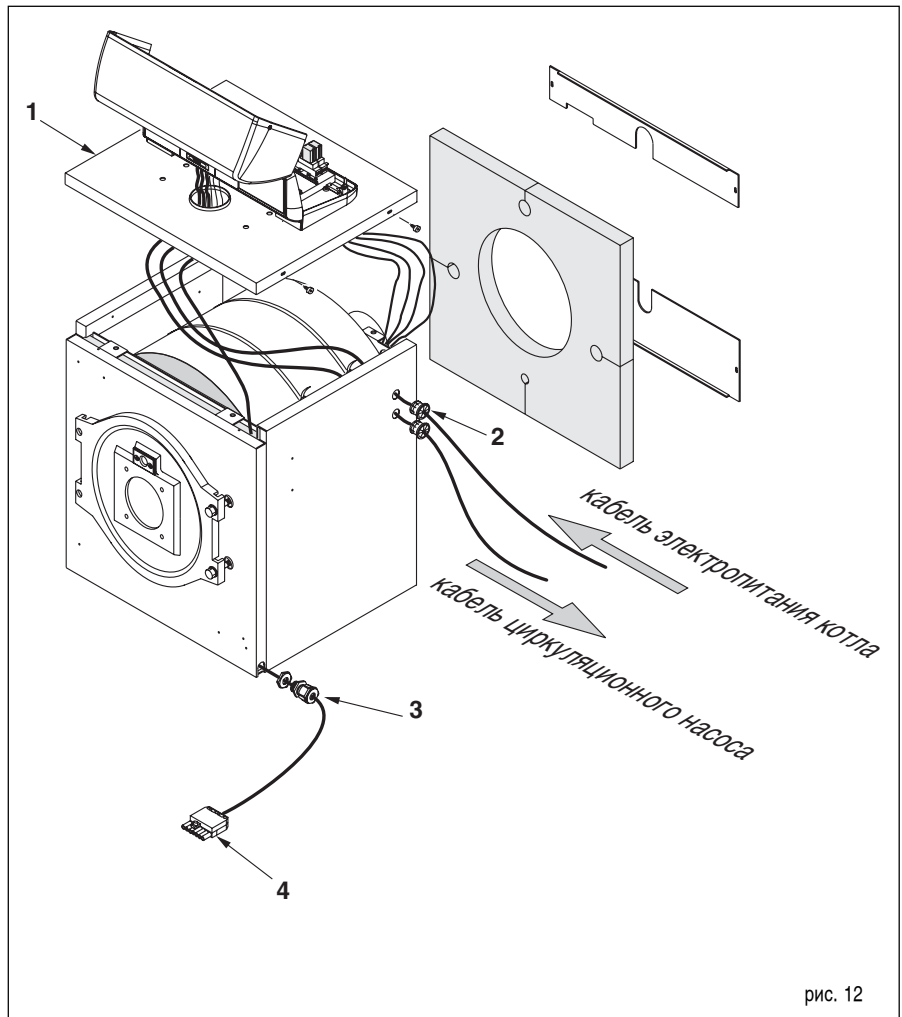

рис. 12
- 3. вывести через «проходы» (поз.2 рис.12) в той из боковых облицовочных панелей, как это следует из удобства электросоединений, электрокабели (общего электропитания пульта, питания циркуляционного насоса, подключения комнатного термостата и т.д.)
- 4. вывести кабель горелки через «проходку» в передней панели облицовки (внизу и сбоку)и закрепить его с помощью уплотнения (поз.3, рис.12)
- 5. смонтировать вилку горелки (поз.4,рис.12) (N.B.для подключения проводов руководствоваться электросхемой на стр.13, т.к. в кабеле горелки могут находиться и провода к насосу).